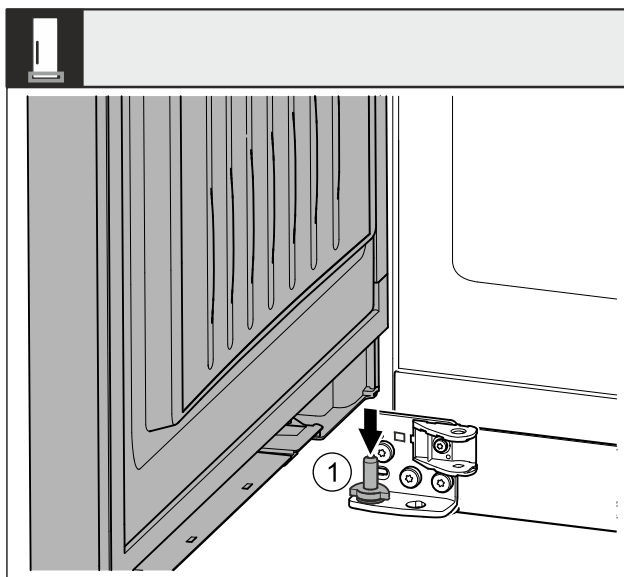

Fig. 42
- ▶ Tür von oben auf den unteren Lagerbolzen Fig. 42 (1) aufsetzen.